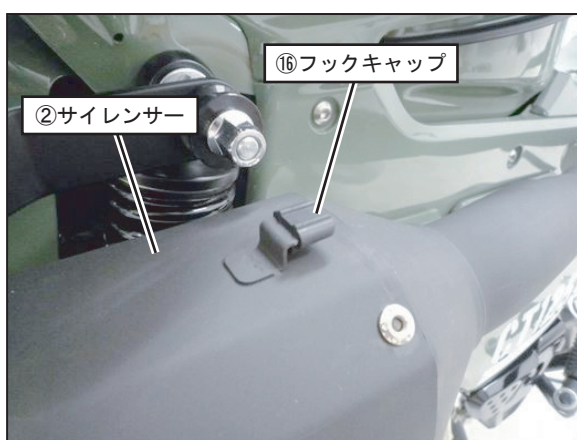

FIG. 17
15. ②サイレンサーの前後のフック部分に⑯フックキャップを取り付けて下さい。(FIG. 17, 18参照)